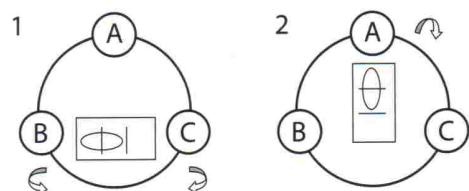

Рис. 5-3
- 5.3.2 Поверните алидаду таким образом, чтобы ось цилиндрического уровня стала параллельна линии, соединяющей B and C. Настройте подъёмные винты B и C таким образом, чтобы цилиндрический уровень оказался отцентрован (как показано в части 1. Рис.5-3).